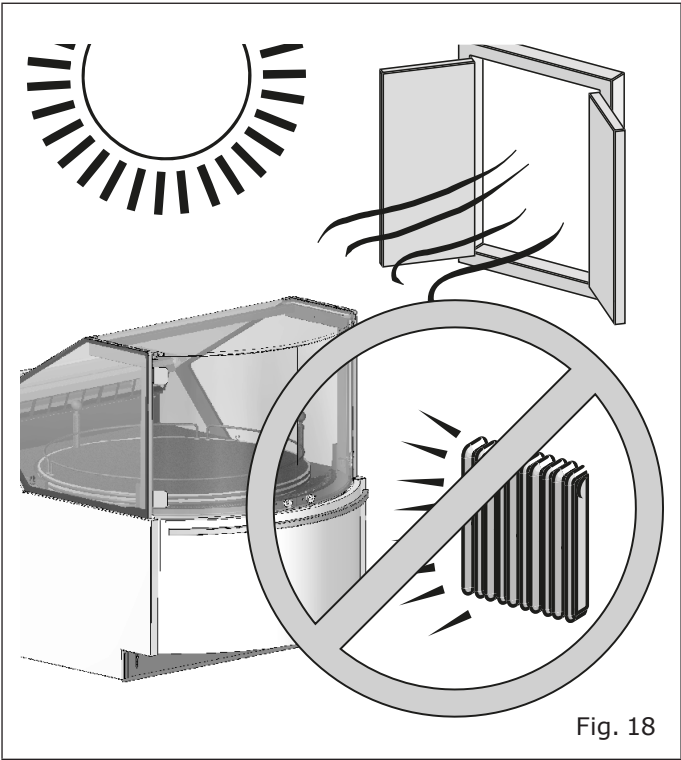

Fig. 18
- Loin de toute source de chaleur, rayons directs du soleil, portes, fenêtres, ventilateurs et bouches d'aération ("Fig. 18").